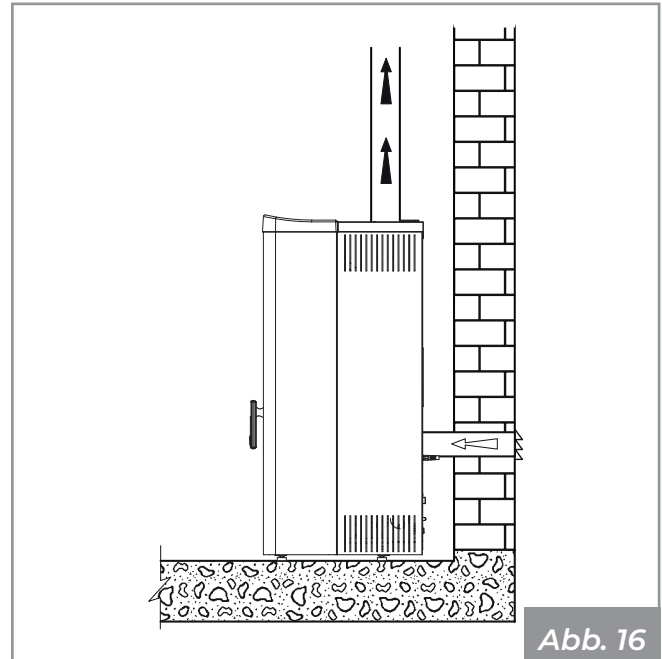
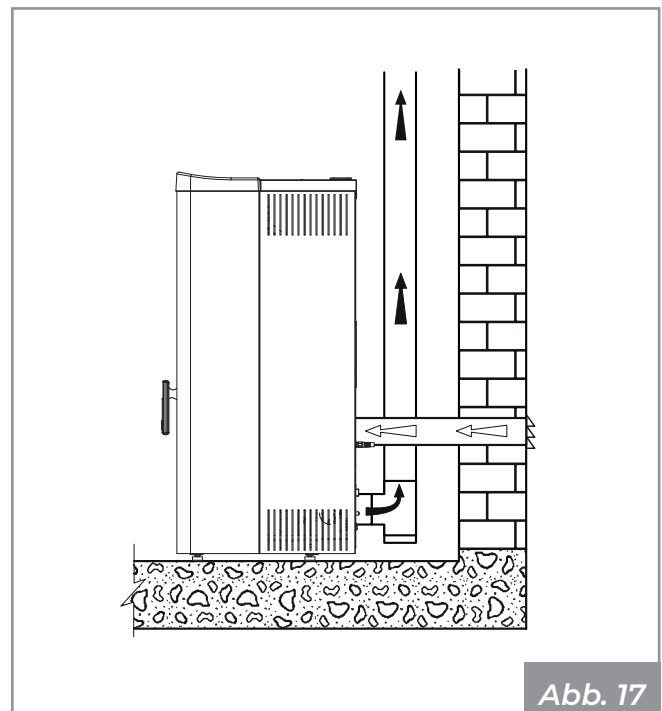

Abb. 16
Abb. 17
- den Verbrennungslufteinlass des Geräts mit einem geeigneten Kanal an den Lufteinlass anschließen (**Abb. 16 - Abb. 17**).